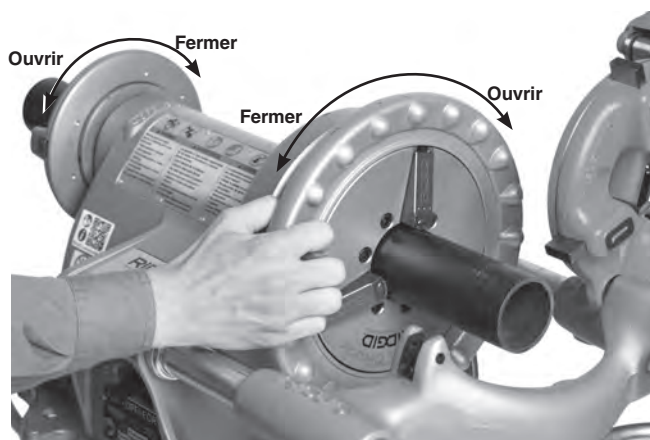

Figure 14 – Mandrinage du tuyau
4. Tournez le dispositif de centrage arrière en sens antihoraire (vu depuis l'arrière de l'appareil) pour serrer le tuyau (Figure 14). Assurez-vous que le tuyau est bien centré entre les mors. Ceci améliore le soutien du tuyau et produit de meilleurs résultats.
5. Tournez le volant du mandrin avant en sens antihoraire (vu depuis l'avant de l'appareil) pour serrer le tuyau. Assurez-vous que le tuyau est bien centré entre les mors. Appliquez plusieurs coups secs en sens antihoraire au volant pour bien serrer le tuyau dans le mandrin avant (Figure 14).